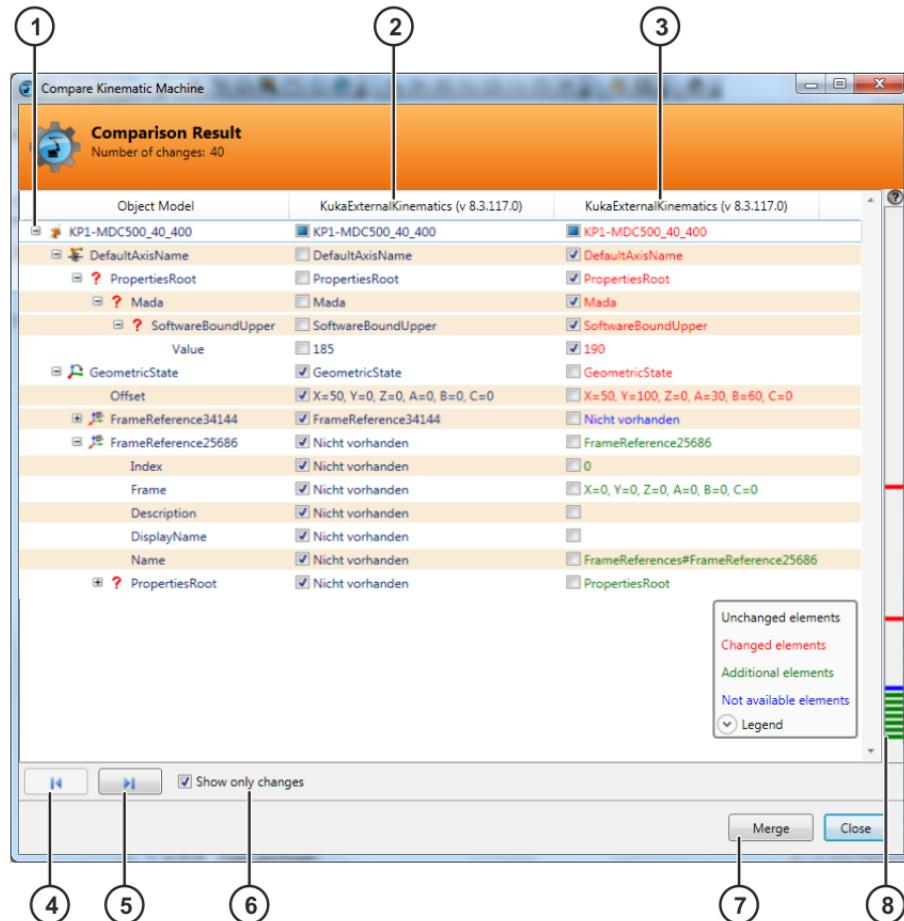

Fig. 6-7: Ejemplo: resumen de las diferencias
- **Del catálogo abierto:** Si la cinemática a comparar se encuentra en un catálogo abierto. Las cinemáticas se comparan y las diferencias se muestran en un resumen (>>> Fig. 6-7). Continuar en el paso 5.
4. Desplegar la estructura de árbol, marcar la cinemática y hacer clic en **Comparar**. Las diferencias entre las cinemáticas se muestran en un resumen (>>> Fig. 6-7).